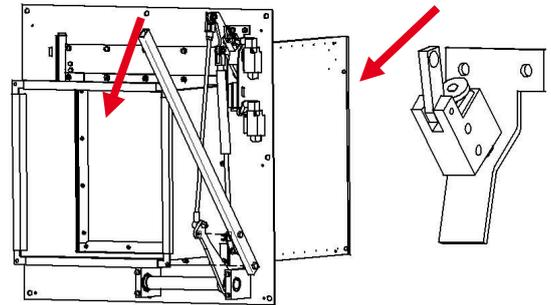

Abbildung 49
- Ansetzen des manuellen Öffnungshebels am Stellhebel (Abb. 49). Zur Sicherung gegen unbeabsichtigtes Lösen des Öffnungshebels während des Öffnens, wird auf die Schraube am Öffnungshebel ein Mutter M8 aufgeschraubt.
- Entriegeln des Federriegels (Abb. 49) in Pfeilrichtung.